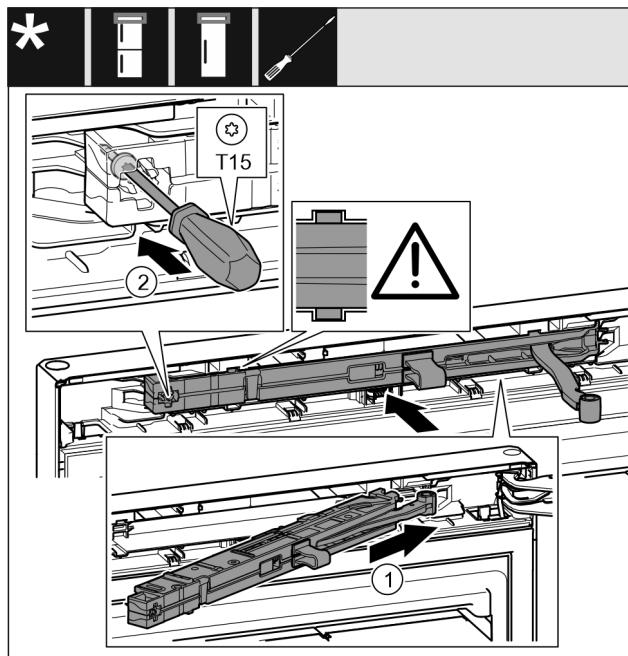

Fig. 29
- ▶ Вставьте узел амортизатора закрывания двери Fig. 29 (1) в выемку со стороны опорного кронштейна под наклоном до упора.
- ▶ Затяните винт Fig. 29 (2) отверткой.